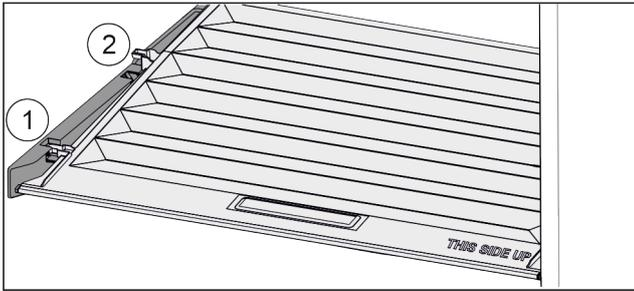

Fig. 101
- ▶ Arrastre hacia adelante Fig. 101 (1) la tapa hasta la abertura en las piezas de soporte.
- ▶ Levántela de la parte trasera desde abajo y quítela Fig. 101 (2) hacia arriba.